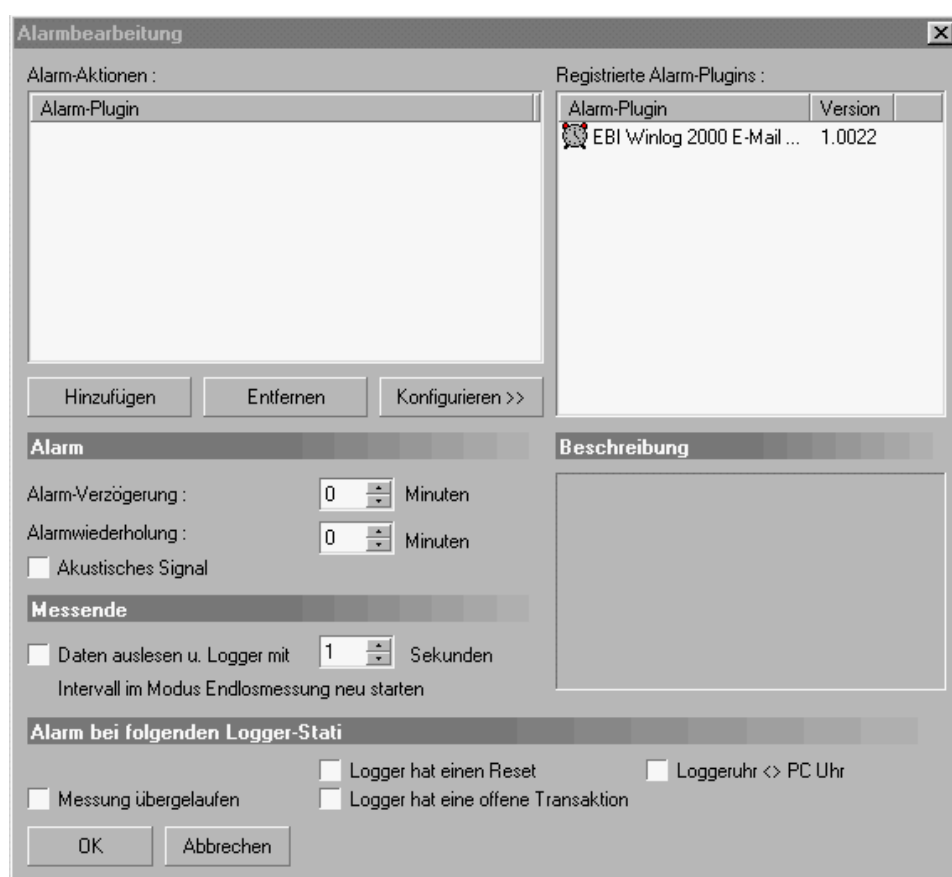

Abb. 238 Scheduler: Alarmsteuerung
- Alarmsteuerung: Die Messwerte des Loggers werden überwacht. Falls die Messwerte außerhalb der programmierten Grenzwerte liegen wird ein Alarm ausgelöst. Sie können das Alarmverhalten von WINLOG 2000 in diesem Dialog festlegen (siehe Abb. 238).